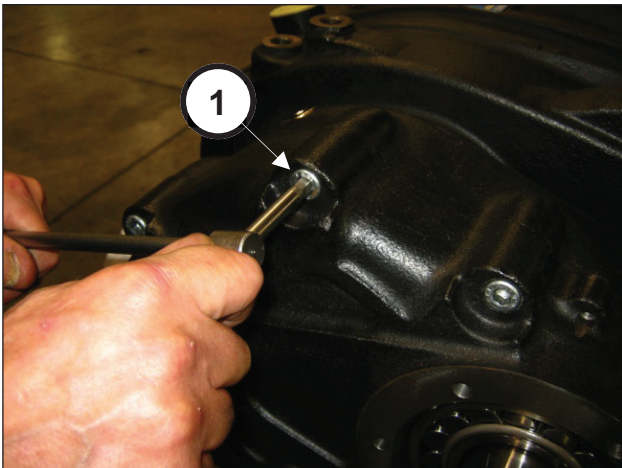

Abb. 6
Lösen Sie die Befestigungsschrauben des Getriebedeckels (Pos. ①, Abb. 6).